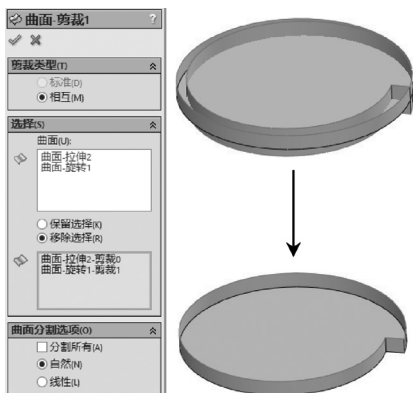

图 4-95 曲面剪裁操作 1
STEP 6 单击“曲面”工具栏中的“剪裁曲面”按钮 ，以“交互”剪裁方式将 **STEP 3** 和 **STEP 5** 创建的两个曲面剪裁为如图 4-95 所示的效果。